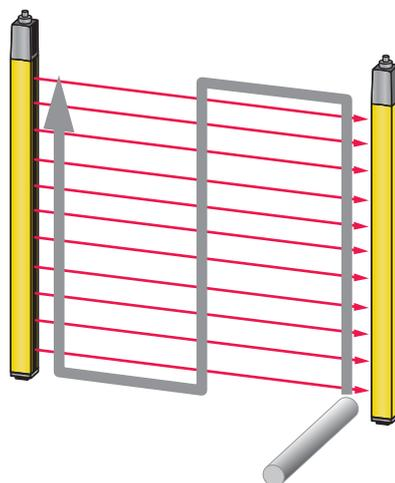

Figure 9.1: Contrôle du fonctionnement du champ de protection à l'aide du témoin de contrôle
↳ Pendant le fonctionnement, interrompez un faisceau lumineux actif à l'aide d'un objet de test prévu à cet effet (voir figure 9.1). Le mouvement présentant un danger est-il immédiatement arrêté ?
- ↳ Interrompez tous les faisceaux lumineux à différentes distances de l'émetteur et du récepteur à l'aide du témoin de contrôle, depuis un emplacement situé en dehors de la zone dangereuse (voir figure 9.1) et assurez-vous que la machine ne peut pas être mise en route lorsque le faisceau lumineux est interrompu.